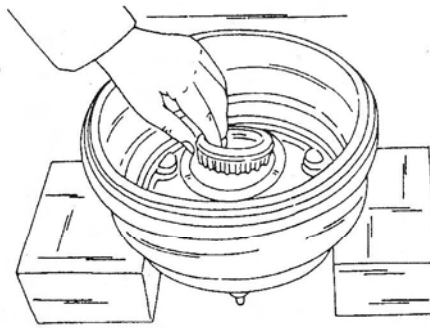

Рис. 199. Установка внутреннего колесного подшипника в тормозной барабан.
- Вставить в тормозной барабан внутреннее кольцо с сепаратором (рисунок 199) и покрыть смазкой передние поверхности роликов.